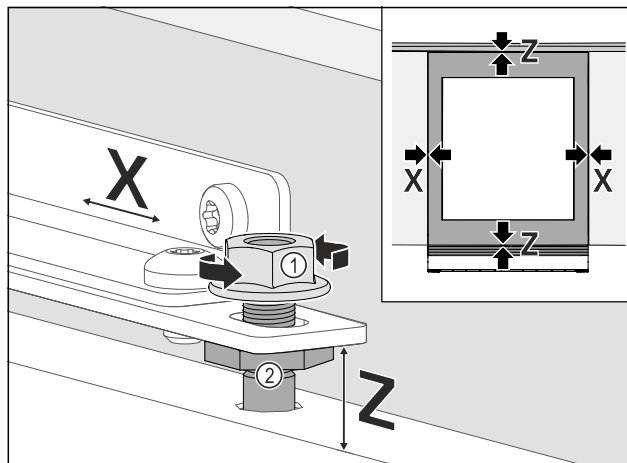

Fig. 102
- Rikta in möbeldörren i sidled: Lossa stoppmutterarna Fig. 102 (1), flytta möbeldörren i X-riktning.
- Dra åt stoppmutterarna Fig. 102 (1).
- Rikta in möbeldörren i höjd Z och lutningen åt sidan: Ställ in justeringsstiften Fig. 102 (2).